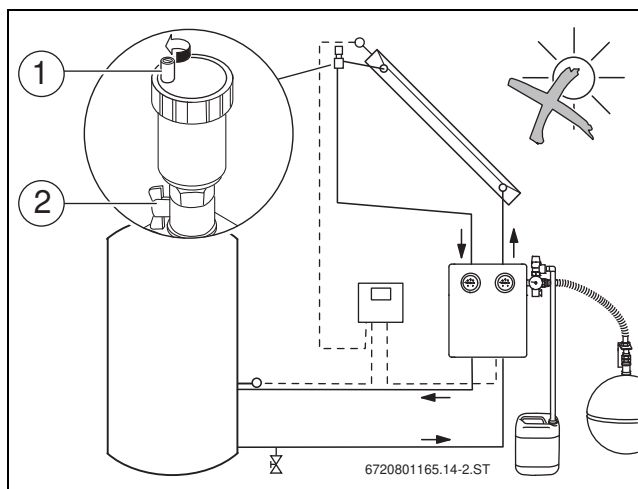

Рис. 35 Откройте воздушный клапан
- ▶ Закройте правый шаровой кран [2] на насосной станции и шаровой кран на воздухоотделителе (→ рис. 35, [2]).